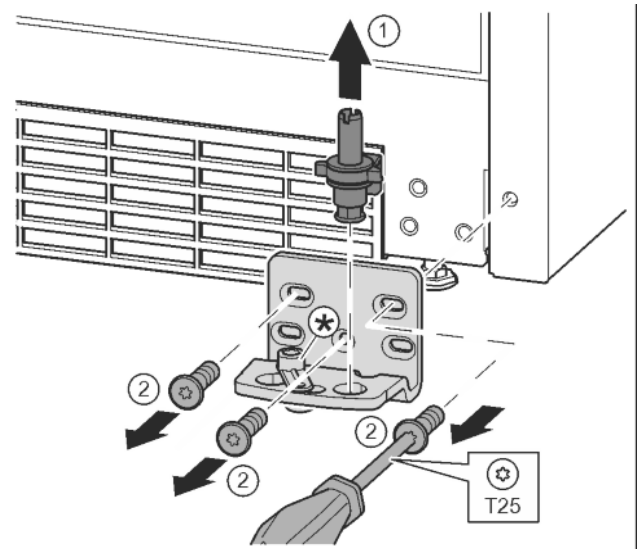

Fig. 13
- ▶ A teljes csapszeget felfelé húzza ki. Fig. 13 (1)
- ▶ A T25 csavarhúzóval tekerje ki a csavarokat, és vegye le a csapágybakot. Fig. 13 (2)